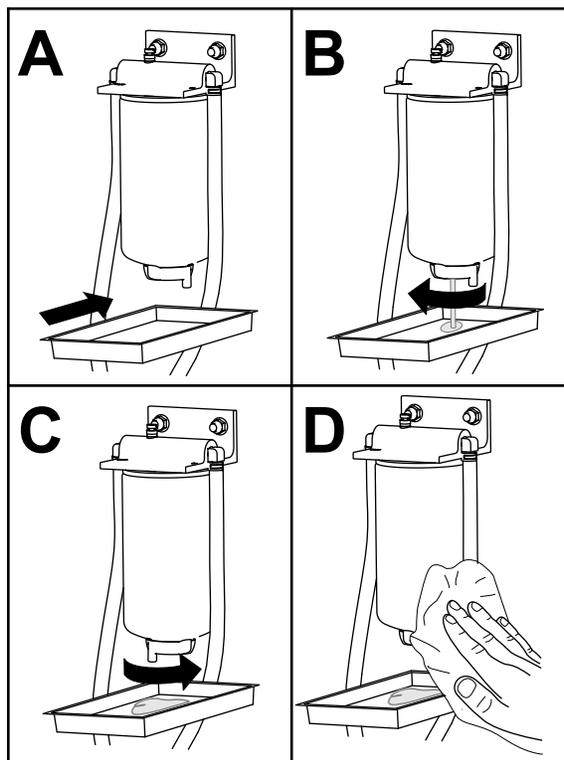

図 53
1. 図 53 に示すようにして、燃料/水セパレータから水を流し出す。